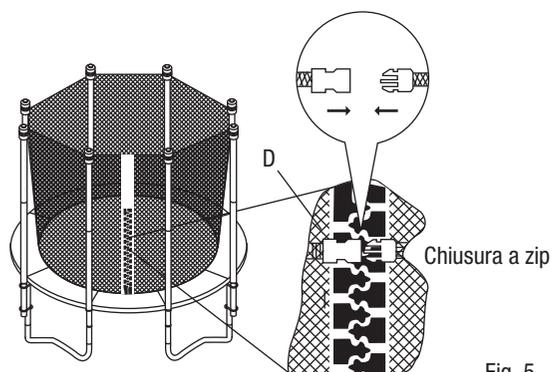

Fig. 5
Tirare la zip della recinzione di sicurezza (D) sul cancello che dovrebbe essere collocata tra le due gambe di appoggio del trampolino elastico, poi chiudere le due fibbie. (Fig. 5) (il fondo della fibbia non viene mostrata nella figura).